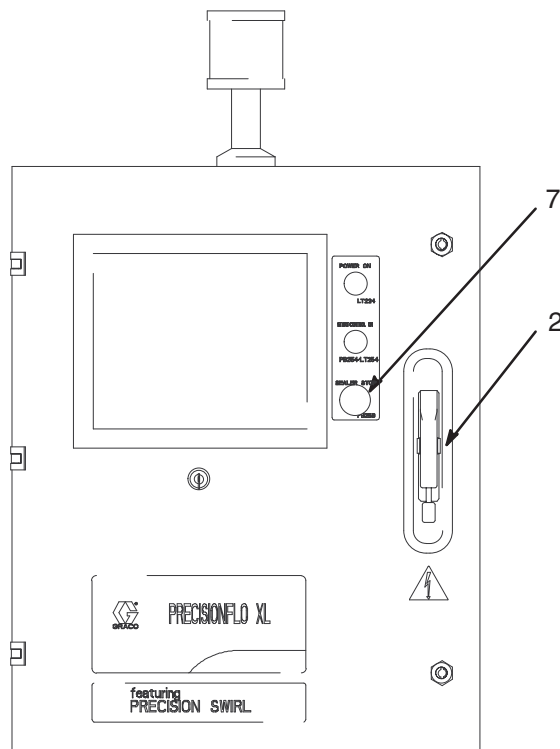

Fig. 13
4. Apriete el botón Parada del sellador (7). Vea la Fig. 13.
5. Apague el disyuntor eléctrico principal (2).